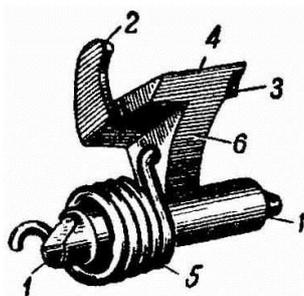

Рис. 33. Шептало:
**Шептало** (рис. 33) служит для удержания курка на боевом и предохранительном взводе. Оно имеет: носик для сцепления с уступами курка; цапфы, на которых вращается шептало в цапфенных гнездах рамки; слева - зуб для подъема шептала полочкой уступа предохранителя при переводе предохранителя в положение «предохранение»; справа - выступ, на который действует рычаг взвода при спуске курка.